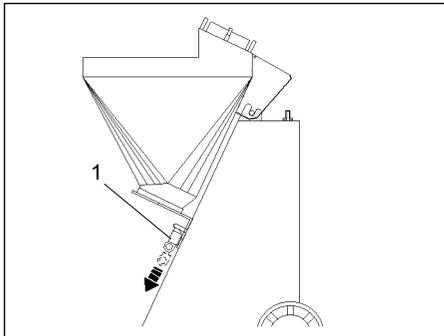

FIG.10 (Apertura leva di bloccaggio tramoggia)
- 2) Aprire la leva di bloccaggio della tramoggia (**FIG.10-Rif.1**);